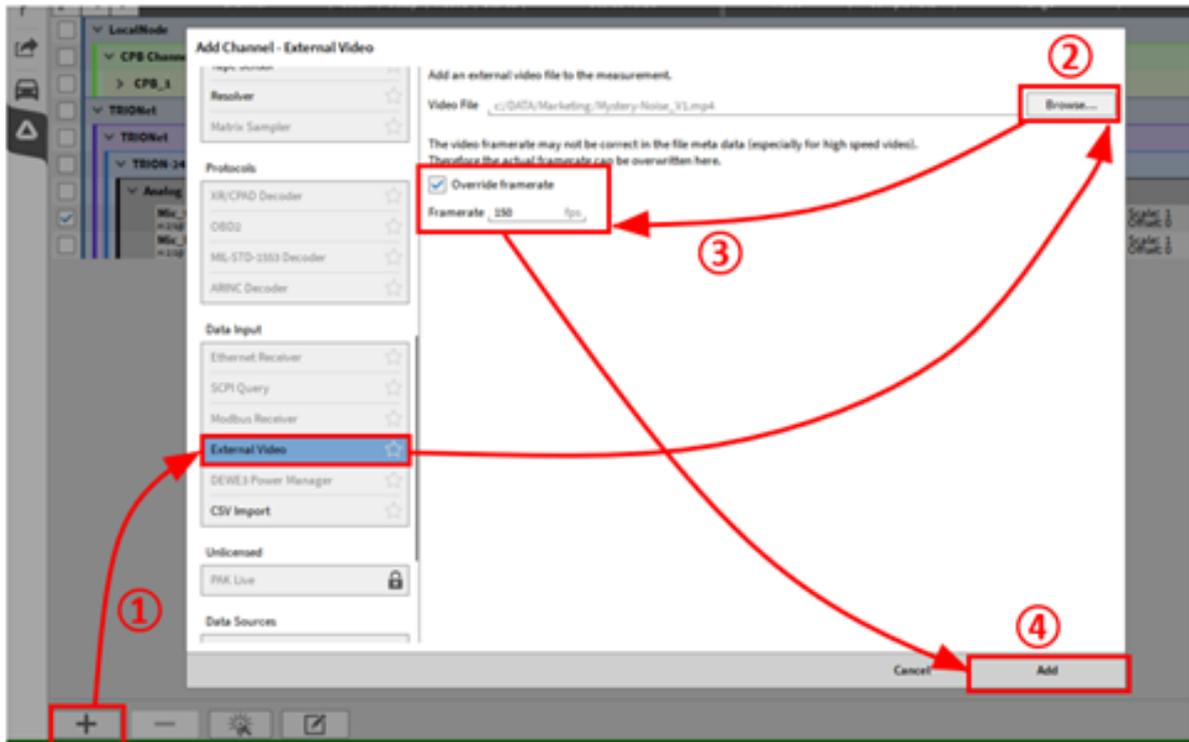

Abb. 7.168: Verfahren zum Laden eines externen Videos
- Gehen Sie zur Kanalliste, drücken Sie die +-Taste und wählen Sie *Externes Video* (siehe ① in Abb. 7.168)
- Klicken Sie auf *Durchsuchen...*, um die Videodatei auszuwählen (siehe ② in Abb. 7.168)
- Geben Sie die native Aufnahmebildrate des Videos ein (siehe ③ in Abb. 7.168)
- Drücken Sie *Hinzufügen*, um einen neuen Videokanal zu (siehe ④ in Abb. 7.168)